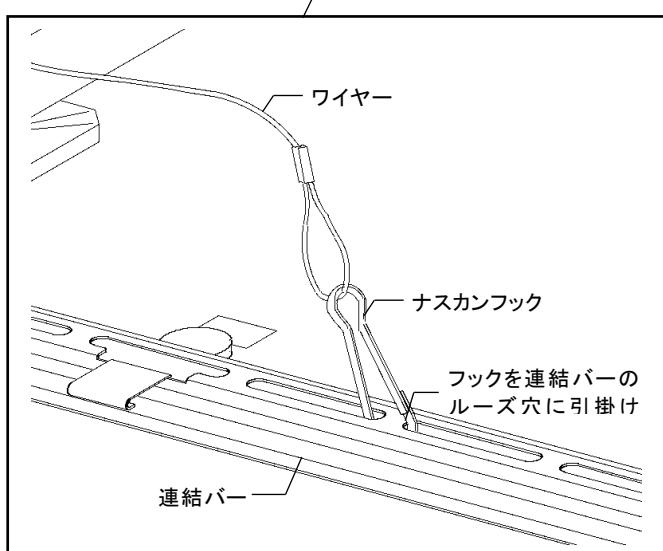

図4-1-3 フックと連結バーの接続
- ・落下防止ワイヤーのフックは、連結バーのルーズ穴に引掛ける。(図4-1-3参照)